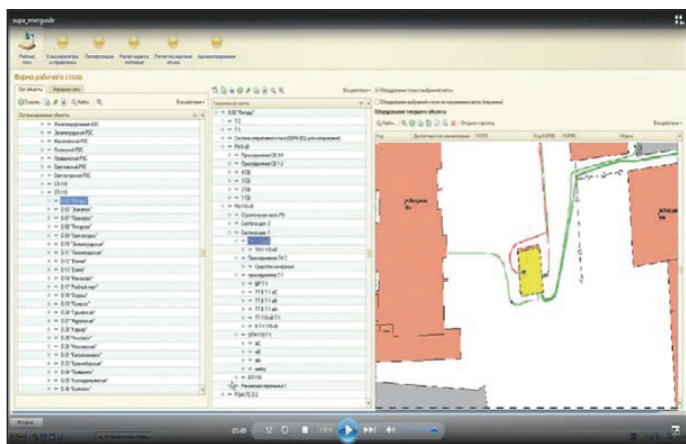

Рис. 2. Интеграция СУПА с ГИС-системой
- обеспечение доступа из электронной карты к паспортным данным оборудования, ЛЭП, зданий и сооружений и др., ведущихся в СУПА (рис. 2).